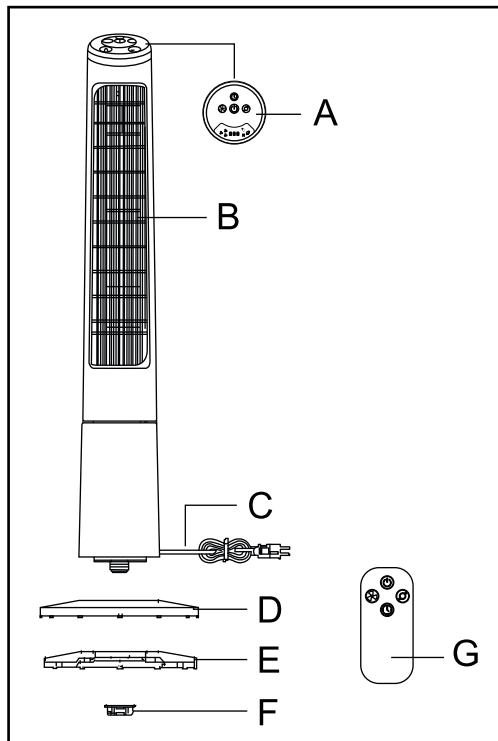

Fig. 1
- DESCRIPTION DE L'APPAREIL (Fig. 1)**